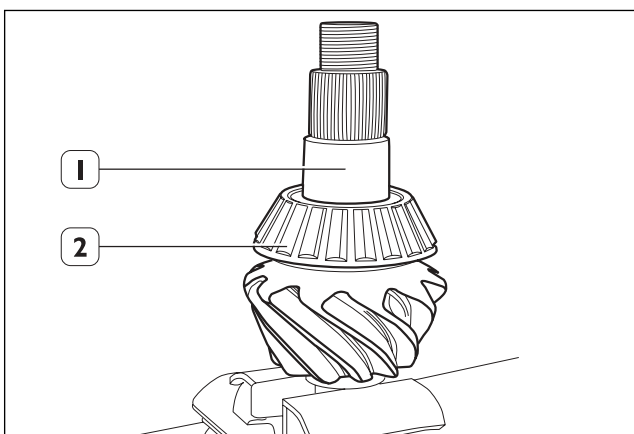

Fig. 31
1. Calentar en un horno de circulación de aire a una temperatura de 100° C durante 15 minutos el rodamiento (2) e introducirlo en el piñón cónico (1) y dejarlo enfriar. (Fig. 31)